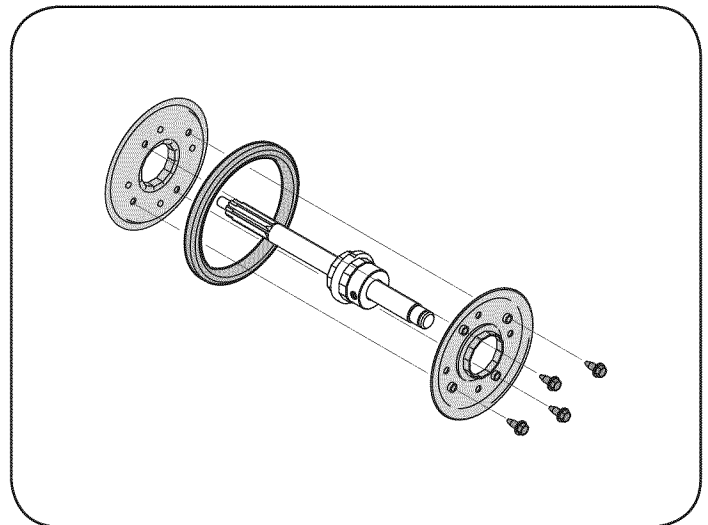

Figura 32
1. Saque los cuatro tornillos que mantienen unidas las placas laterales de la rueda de fricción. Vea la figura 32.